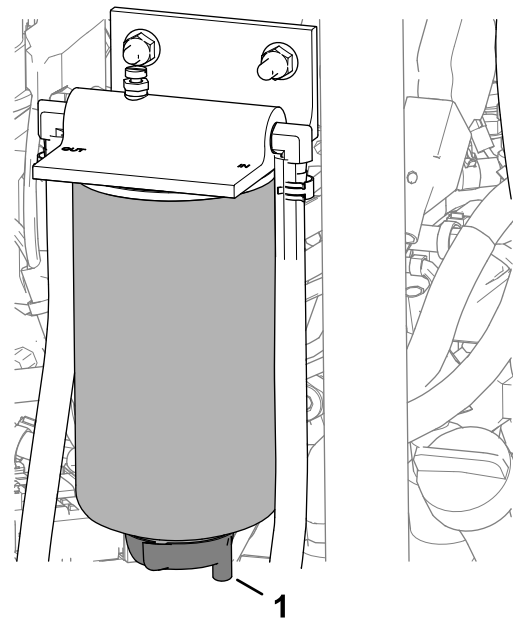

Figura 119
3. Coloque un recipiente de vaciado bajo la válvula de drenaje del separador de combustible-agua (Figura 119).